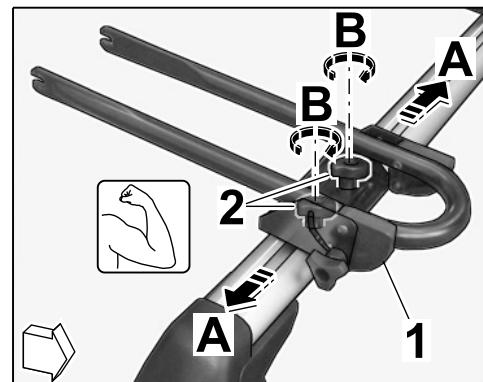

Figura 27
- 6.1.3 Empujar o tirar del soporte de rueda delantera hasta la posición deseada en el sistema de transporte de techo ( $\Rightarrow$  Figura 27-A-) y apretar las tuercas de muletilla M6 ( $\Rightarrow$  Figura 27-B-).